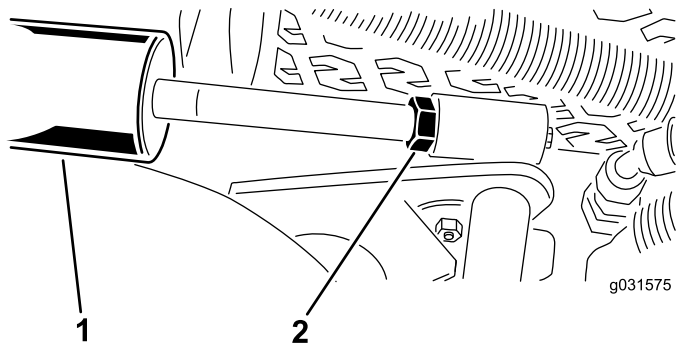

Figure 10
- A. Abaissez les unités de coupe et desserrez l'écrou de blocage sur le vérin (Figure 10).